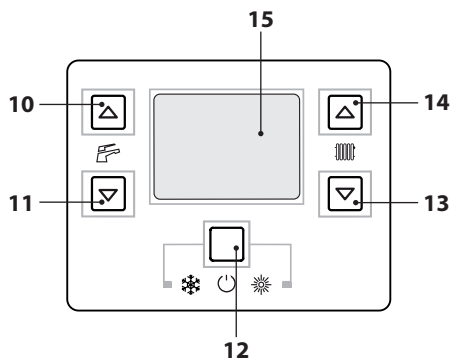
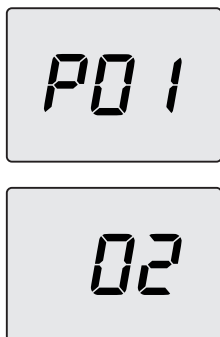
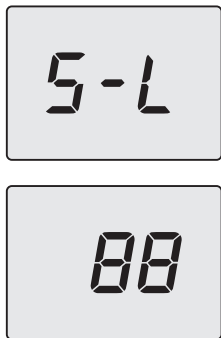

Figura 7.2
Figura 7.3
Figura 7.12
- Entrare in "modalità programmazione" premendo contemporaneamente per 10 secondi i tasti 12-13-14 (Figura 7.2) fino a far apparire sul display LCD le lettere **P01** che si alternano con il valore del parametro, indicanti l'entrata nel "parametro 01" (Figura 7.3).
- Premere il tasto 13 o 14 (Figura 7.2) per scorrere i parametri fino al parametro **P09** che si alternano con il valore del parametro, indicanti l'entrata nel "parametro 09" (spazzacamini, **00** = spazzacamino non attivo) (Figura 7.4).
- Utilizzare i tasti 13 o 14 (Figura 7.2) fino a portarsi allo stato **dP** (spazzacamino attivo in massimo sanitario) e premere il tasto 12 per confermare. Sul display appare **dP** alternato alla temperatura massima in sanitario.
- Premere il tasto 14 (Figura 7.2) per scorrere i parametri fino al parametro **P09** (spazzacamini) (Figura 7.4).
- Agire sui tasti 14 o 13 (Figura 7.2) per incrementare o decrementare il valore. Attendere 3 secondi per stabilizzare la pressione del gas quindi leggere il valore sul manometro gas. **Ricordarsi di mantenere l'andamento in salita.**
- Premere il tasto 11 (Figura 7.2) per 5 secondi per memorizzare il valore.
- Premere il tasto 10 (Figura 7.2) per passare alla taratura del minimo gas. Il display visualizza S-L alternato al parametro potenza minima assoluta (Figura 7.12).
- Agire sui tasti 14 o 13 (Figura 7.2) per incrementare o decrementare il valore. Attendere 3 secondi per stabilizzare la pressione del gas quindi leggere il valore sul manometro gas. **Ricordarsi di mantenere l'andamento in discesa.**
- Premere il tasto 10 (Figura 7.2) per verificare il valore massimo impostato ed eventualmente correggerlo seguendo la procedura sopra descritta.
- Premere il tasto 10 (Figura 7.2) per verificare il valore minimo impostato ed eventualmente correggerlo seguendo la procedura sopra descritta.